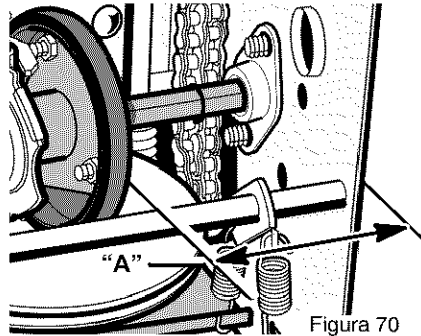

Figura 70
6. Fíjese en la posición de la **rueda de fricción** (consulte la Figura 70). La distancia correcta "A" desde el lado derecho de la **rueda de fricción** hasta la parte exterior de la caja del motor es la siguiente:
Si la **rueda de fricción** no está en la posición correcta, ajústela de la siguiente manera (consulte la Figura 70).
3. Mueva la **rueda de fricción** a la posición correcta (consulte la Figura 70).